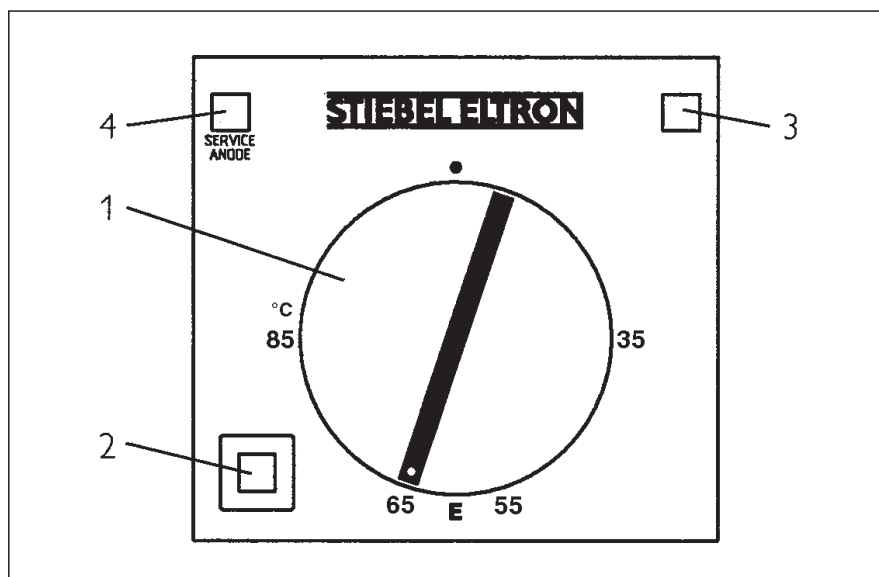

Fig. 2
La temperatura se puede regular sin solución de continuidad desde aprox. 35 hasta aprox. 85 °C (fig. 2, pos. 1). En el modo de acumulador el contenido de agua del termo-acumulador es calentado hasta la temperatura ajustada con el regulador. Ver los tiempos de caldeo requeridos en la tabla 1.
En este modo operativo, el aparato realiza, independientemente de la temperatura ajustada, un **caldeo básico** automático con una **potencia de 3,5 kW** aprovechando la tarifa nocturna. Cuando resulta necesario, se puede presionar el pulsador (fig. 2, pos. 2) para activar el **calentamiento rápido con 21 kW**. Una vez alcanzada la tem-
Botón selector de temperatura (fig. 2, para el instalador
El **piloto señalizador** del cuadro de mandos (fig. 2, pos. 3) brilla sólo durante el calentamiento con una potencia de 21 kW.
Si se enciende el piloto señalizador “Service Anode” (fig. 2, pos. 4) en el cuadro de mandos, avise a la empresa instaladora.